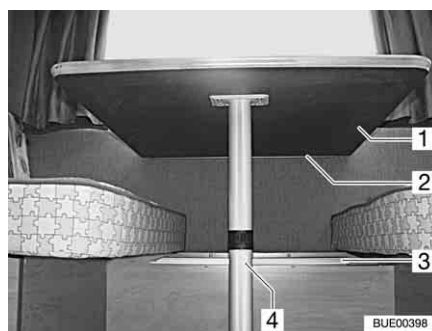

Bild 65 Hängetisch
- Tischplatte (Bild 65,1) ca. 45° anheben.
- Unteres Fußteil (Bild 65,4) nach unten ziehen und um 90° umklappen.
- Tisch aus der Halteleiste (Bild 65,2) nehmen.
- Tisch in die untere Halteleiste (Bild 65,3) einhängen.